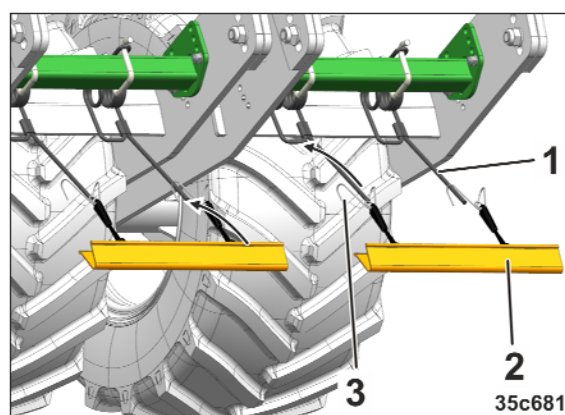

Fig. 222
1. Luați barele pentru siguranța circulației (Fig. 222/2) din compartimentul de depozitare.
2. Montați barele pentru siguranța circulației (Fig. 222/2).
- Suspendați cablurile de întindere (Fig. 222/3) în dinții greblei (Fig. 222/1).